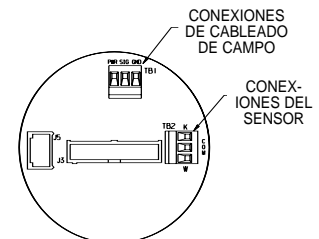

Figura 4. Conexiones de alambres del sensor
- Retire la porción superior del conector de cableado de terminales que contiene el cableado del sensor (FIGURA 4); desconecte los alambres del sensor y vuelva a instalar la porción superior del conector.
- c. Retire la porción superior del cableado del sensor que contiene el cableado de los terminales (FIGURA 4); desconecte los alambres del sensor y vuelva a instalar la porción superior del conector.